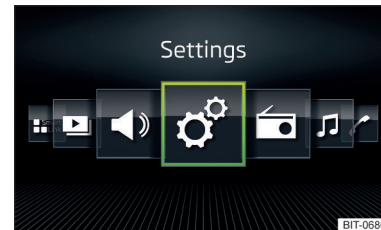

Abb. 124
- › Die Option **Raster-Anzeige** » **Abb. 123** oder **Horizont. Anzeige** » **Abb. 124** wählen.